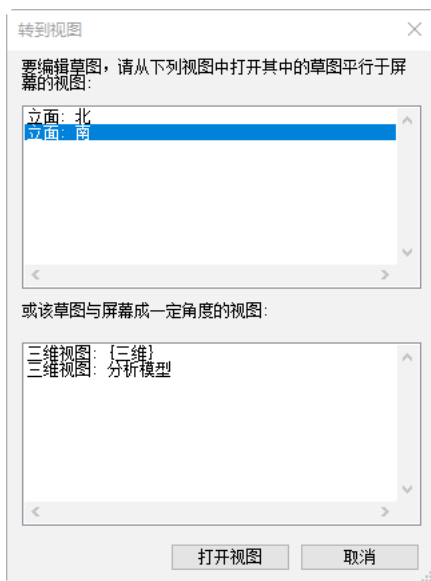
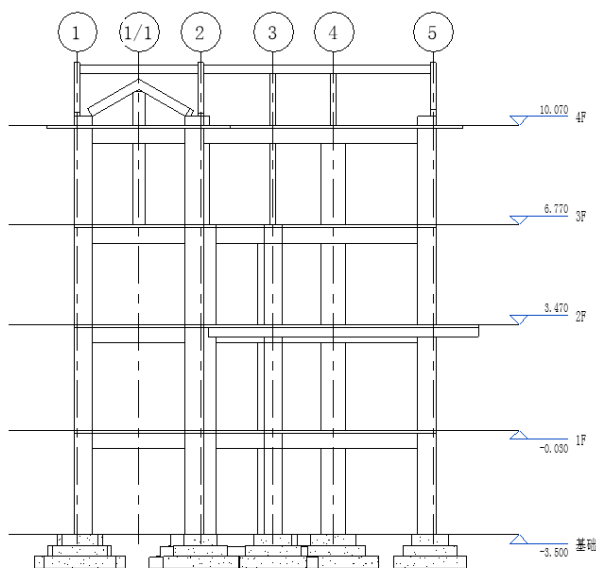

图 11-71 “转到视图”对话框
图 11-72 南立面视图
(2) 打开“转到视图”对话框, 选择“立面: 南”视图, 如图 11-71 所示, 单击“打开视图”按钮, 将视图转换到南立面视图的轴线 A 截面, 如图 11-72 所示。